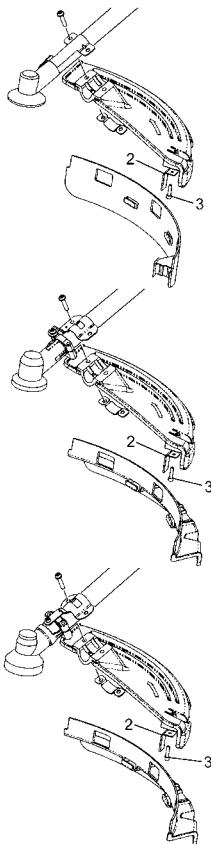

Fig. 1-8
#### Montering av bladbeskyttelse (Fig. 1-8)
**MERK! (Fig. 1-8)**